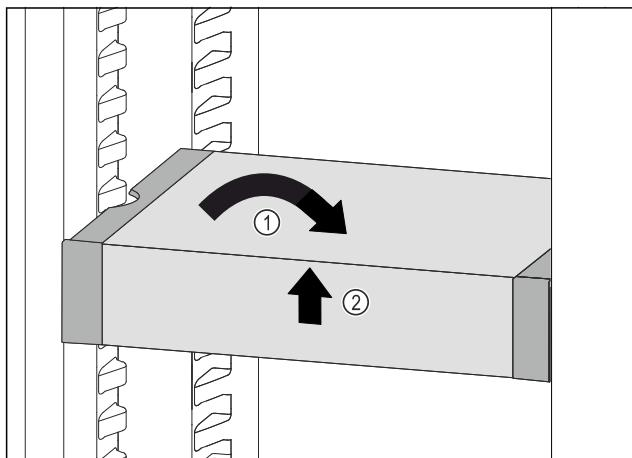

Fig. 89
- Установите VarioSafe прямо. Fig. 89 (1)
- Приподнимите VarioSafe спереди. Fig. 89 (2)